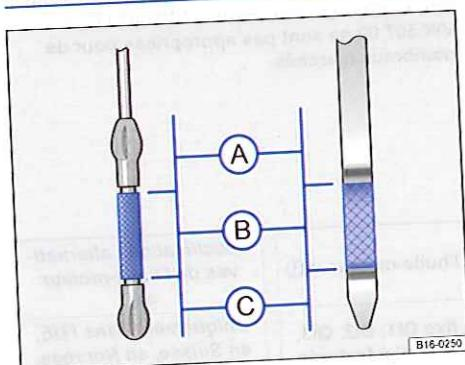
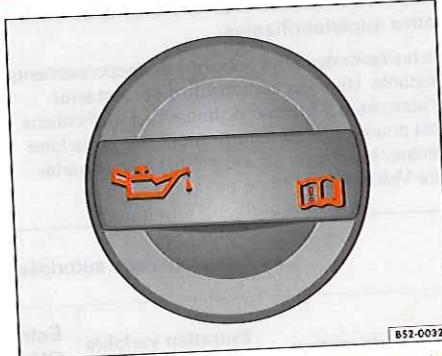

Fig. 208 Jauges d'huile avec repère du niveau d'huile-moteur
Fig. 209 Dans le compartiment-moteur : bouchon de l'orifice de remplissage d'huile-moteur.
4. Identifiez l'orifice de remplissage d'huile-moteur et la jauge d'huile. L'orifice de remplissage d'huile-moteur se reconnaît au symbole figurant sur le couvercle **⇒ fig. 209** et la jauge d'huile à la pointe de couleur. En cas de doute sur l'emplacement du bouchon et de la jauge d'huile, rendez-vous dans un atelier spécialisé.
7. Retirez de nouveau la jauge d'huile puis relevez le niveau d'huile-moteur sur la jauge **⇒ fig. 208**
- (A) : **Ne faites pas** d'appoint d'huile **⇒ ①**. Poursuivez avec l'étape 15.
- (B) : vous pouvez faire l'appoint d'huile (en fonction du niveau d'huile-moteur). Poursuivez avec l'étape 8 ou 15.
- (C) : **Faites impérativement** l'appoint d'huile (environ 1,0 l). Poursuivez avec l'étape 8.
9. Dévissez le bouchon de l'orifice de remplissage d'huile-moteur **⇒ fig. 209**.
12. Relevez de nouveau le niveau d'huile-moteur sur la jauge avant de verser une nouvelle petite quantité d'huile-moteur. Ne versez jamais une quantité excessive d'huile-moteur **⇒ ①**.
13. Une fois le remplissage effectué, le niveau d'huile-moteur doit atteindre au minimum le milieu de la zone **⇒ fig. 208** (B) sans toutefois jamais dépasser la zone (B) **⇒ ①**.
En cas de sollicitation particulièrement élevée du moteur, par exemple en été lors de longs parcours sur autoroute, en cas de traction d'une remorque ou de franchissements de cols de haute montagne, le niveau d'huile-moteur doit se trouver en haut de la zone  **fig. 208 (B)** autorisée.